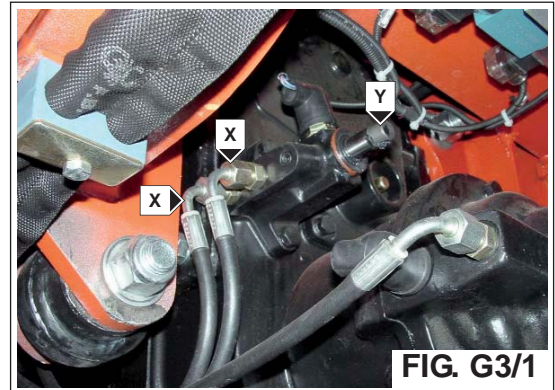

FIG. G3/1
- c) Desactivar el freno negativo (fig.G3/2):
Regulación del cilindro del freno (fig.G3/2)